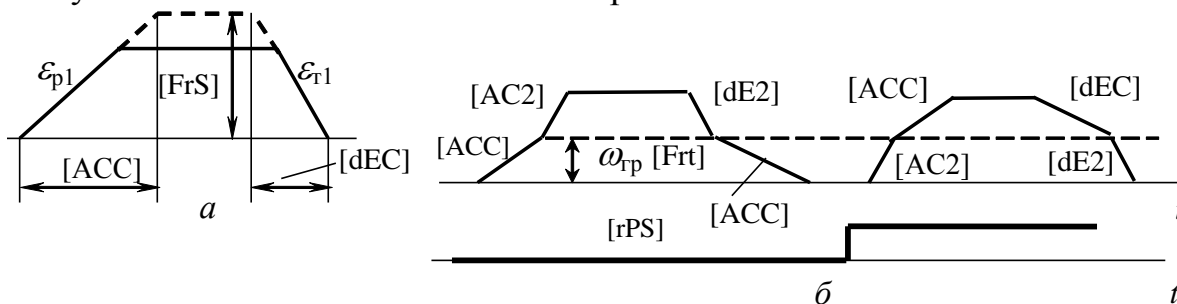

Рис. 4.1 Одно- (а, б) и двухступенчатые (в) тахограммы
- [Время разгона] [ACC]: длительность разгона от нуля до номинальной частоты, с (рис. 4.1а);
- [Время торможения] [dEC]: длительность торможения от номинальной частоты до нуля, с (рис. 4.1б);
Можно обеспечить два чередующихся темпа разгона (торможения). При этом, помимо темпов [ACC] и [dEC], используются темпы [Время разгона 2] [AC2] и [Время торможения 2] [dE2]. Переключение темпов можно производить в функции частоты, используя параметр: [Задатчик темпа 2] [Frt] из меню 5.9 [ОБЩИЕ ФУНКЦИИ]→[ПЕРЕКЛЮЧЕНИЕ ТЕМПОВ] rPt- (только после задания [Frt]>0 становятся доступны параметры [AC2] и [dE2]). Можно также активизировать функцию переключения темпов сигналом на дискретном входе [Назн. перекл. темпа] [rPS] = [Di1]...[Di6] [Li1]...[Li6]. Сочетание обоих условий показано в табл. 4.1 и на рис. 4.1б.
Если [Frt]=0, используются темпы [ACC] и [dEC], в противном случае при текущей выходной частоте, большей [Frt], применяются темпы [AC2] и [dE2] (рис. 4.1б). Разгон с двумя уровнями ускорения используют в механизмах с упругими звеньями в кинематической цепи (длинные конвейеры, скоростные лифты и т.п.) для снижения динамических нагрузок.